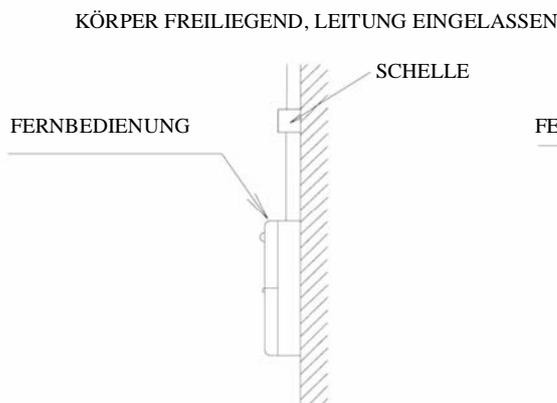
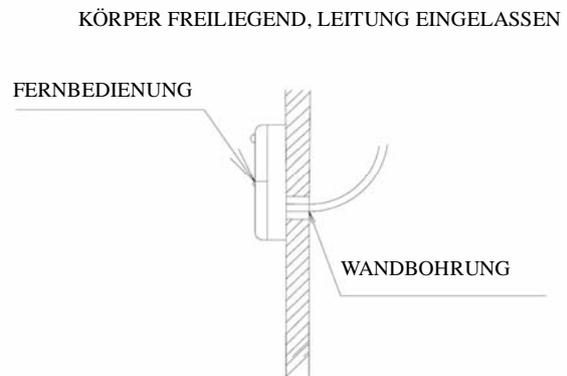

Abb. 30
Abb. 31
4. Für eine Oberflächeninstallation des Steuerkabels zwischen der Kabel-Fernbedienung und dem Innengerät ist ein Metallrohr zu verwenden, das in einer entsprechende Aussparung in der Wand verlegt wird (siehe Abb. 30). Für eine versteckte Installation des Steuerkabels kann ein Metallrohr gemäß Bild 31 benutzt werden.